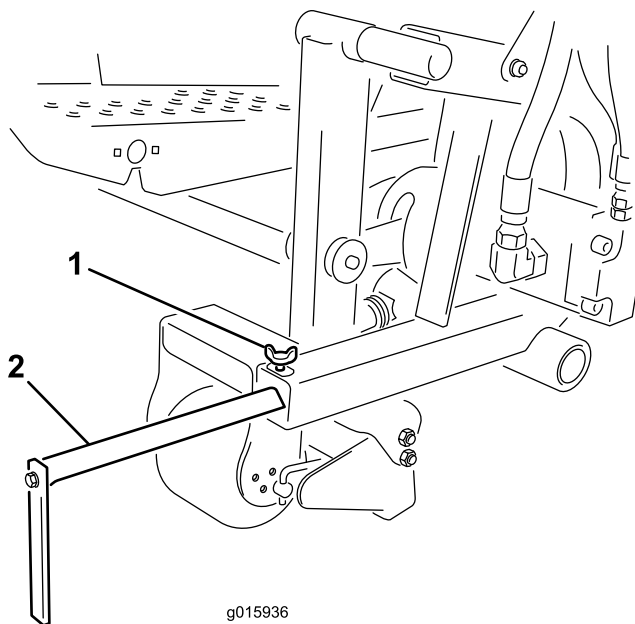

Figura 11
Afije el tornillo de ajuste y mueva la guía de alineación a la posición deseada (Figura 11).
1. Afloje el tornillo y ajuste la guía de alineación hacia adelante o hacia atrás a la posición deseada (Figura 11).